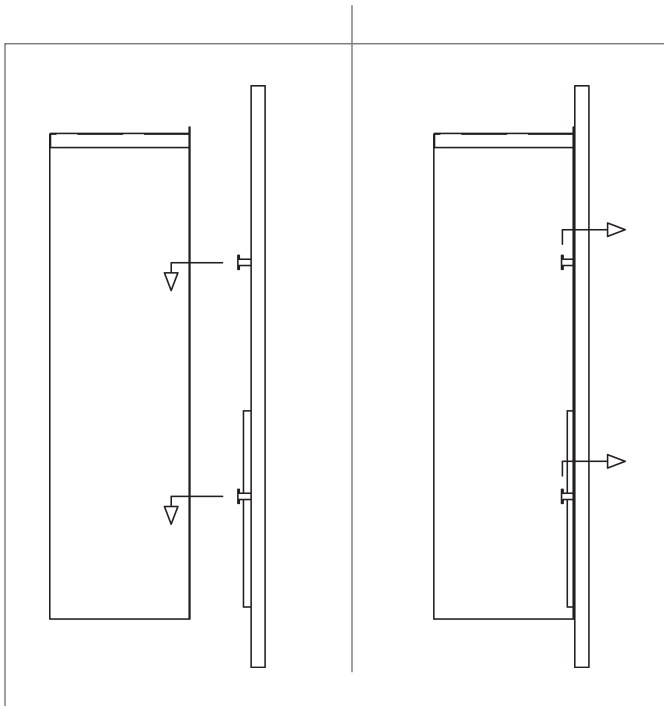

Fig. 4-10: Fijación de la rejilla Fig. 4-11: Desmontaje de la rejilla
- Fijar la rejilla encajando los herrajes dentro de los orificios del marco de montaje. La rejilla se puede fijar incluso mientras el deshumidificador no está colocado todavía dentro de la carcasa (véase la fig. 4-10).